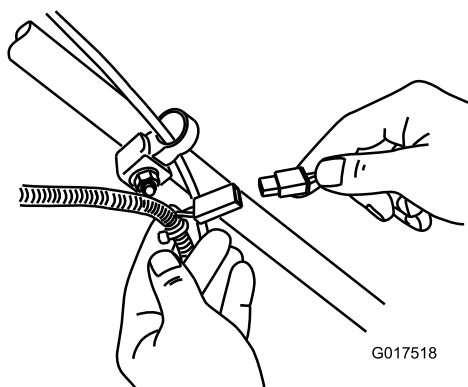

Рисунок 35
1. Подсоедините зарядное устройство к жгуту проводки, расположенному под ключом зажигания (**Рисунок 35**).